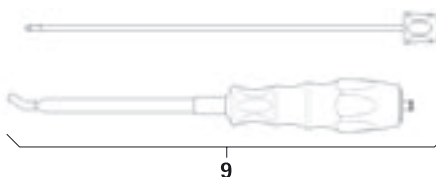

Abb. 4
- Stab-Einsetzinstrument **9** demontieren, siehe Abb. 4: